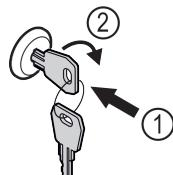

Fig. 171 Representación a modo de ejemplo
- Introducir la llave Fig. 171 (1).
- Girar la llave 90° en sentido antihorario Fig. 171 (2).
- Girar la llave 90° en sentido horario Fig. 171 (2).